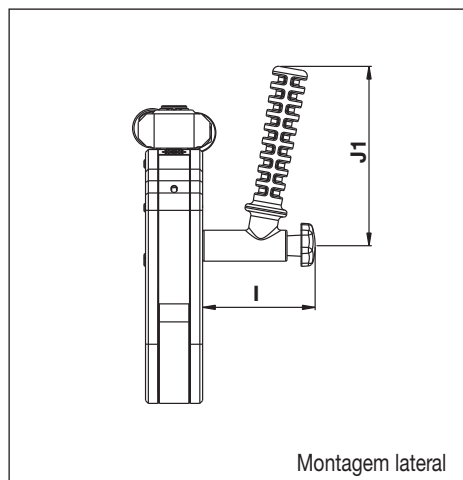

Fig. 23
6.1.3 Dimensões, Manípulo Curvado de Posicionamento Série SWH (fig. 23 e 24)